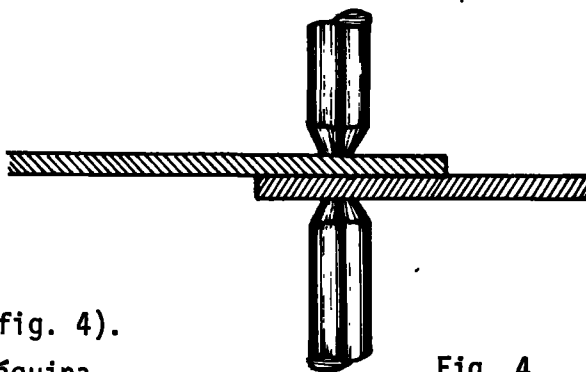

Fig. 4
- a Coloque las chapas entre los electrodos, superponiéndolos de modo que quede una solapa angosta, según indicación (fig. 4).